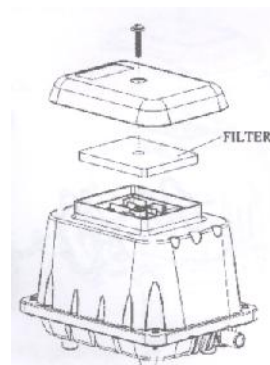

Figure 1
- Defaceți șurubul capacului (vezi fig.1)